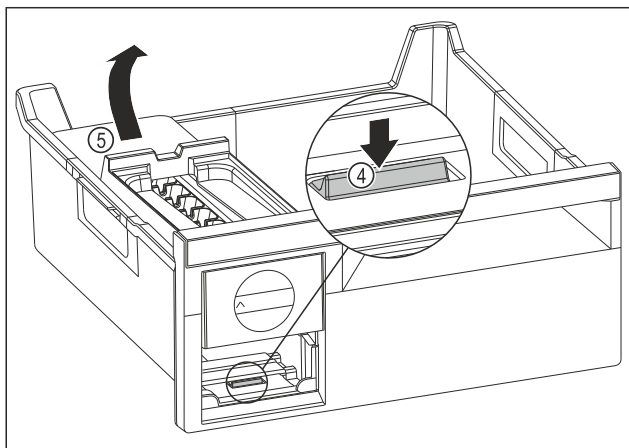

Fig. 141
- ▶ Извлеките корпус EasyTwist-Ice: Надавите пальцем вниз на накладку Fig. 141 (4) и одновременно другой рукой поднимите корпус EasyTwist-Ice Fig. 141 (5) сзади.